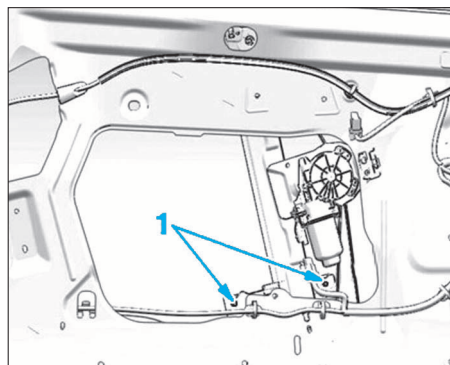

FIG. 56
- Déposer les vis de fixations (1) (Fig.56).